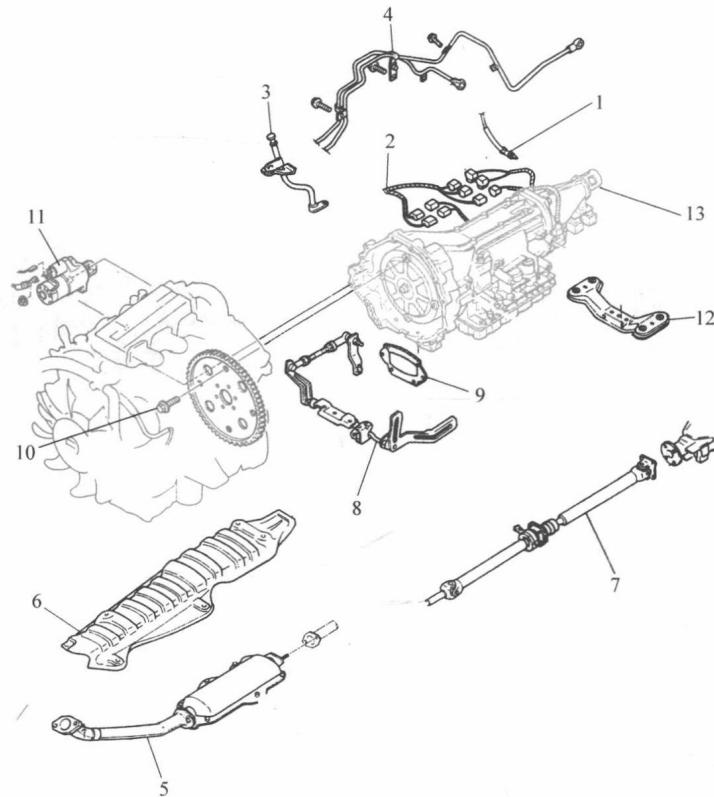
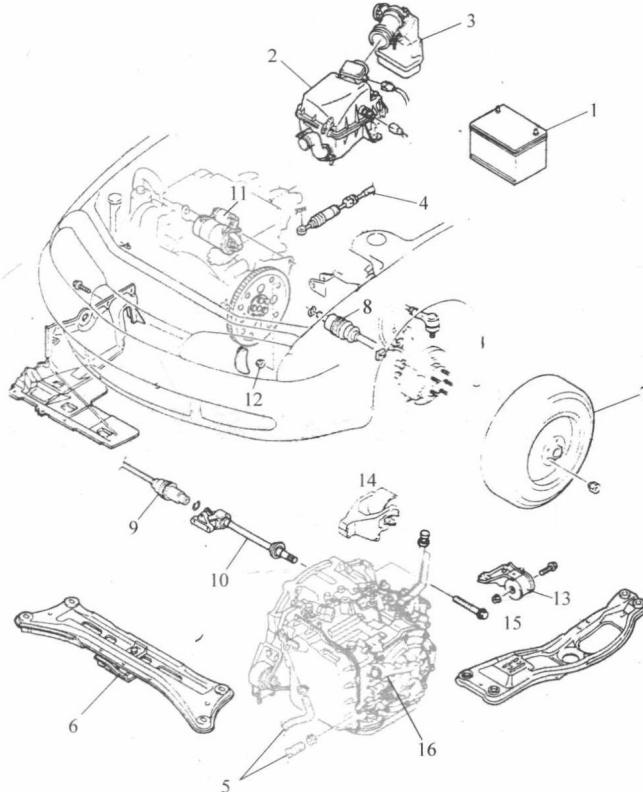
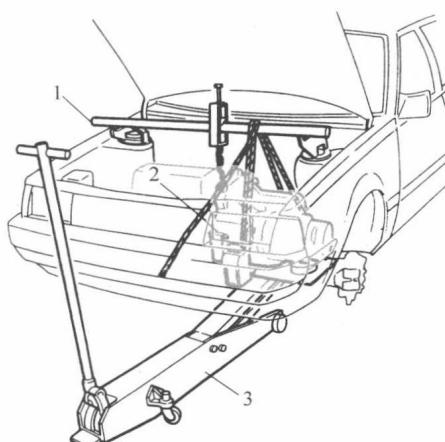

图 1-1-4 后驱自动变速器拆卸
图 1-1-5 前驱自动变速器的拆卸
图 1-1-6 用专用支架吊起发动机
自动变速器 (AT) 的拆卸方法和普通手动变速器 (MT) 有所不同，必须按照正确的步骤进行，否则会损坏自动变速器。图 1-1-4 所示为后轮驱动自动变速器的拆卸，图 1-1-5 所示为前轮驱动自动变速器的拆卸。认识图中的各零件，注意拆卸的顺序。在拆卸自动变速器前，应关闭汽车的点火开关，拆下蓄电池负极电缆，放掉自动变速器油 (ATF)，然后按下列步骤进行拆卸。
在拆卸前驱动自动变速器时，应先拆除变速器上方的有关部件，如蓄电池、空气滤清器、进气管等，同时还应拆去左右前轮和半轴。再按图 1-1-5 所示顺序拆除其他零件，并用专用支架将发动机吊住，然后用千斤顶托住自动变速器。松开自动变速器与发动机的连接螺栓，将自动变速器和液力变矩器一同拆下，如图 1-1-6 所示。